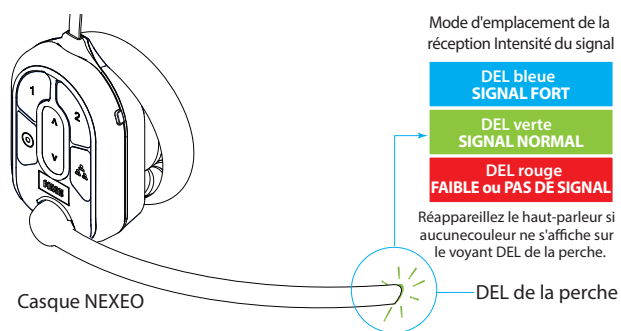

Fig. 2.2
- 10 **Étape essentielle :** L'assistant d'installation vous demandera d'utiliser un casque jumelé en mode de localisation de réception. Vous devrez parcourir toutes les zones du magasin où le casque sera utilisée pour vous assurer d'un bon signal. Le voyant DEL de la perche situé à l'extrémité du microphone du casque clignote de différentes couleurs pour indiquer les zones où la réception est forte ou faible. Voir Fig. 2.2 et la note AVERTISSEMENT à l'étape 5.